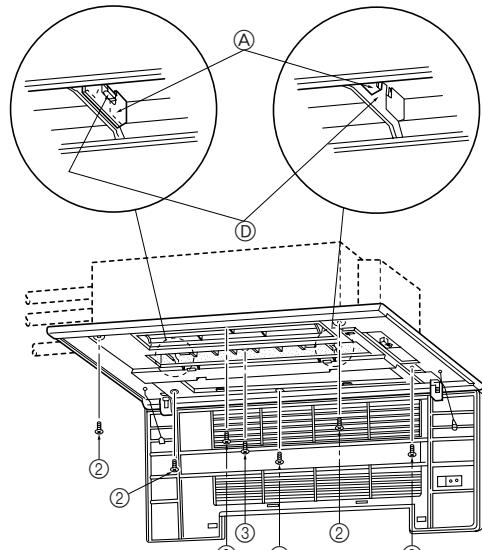
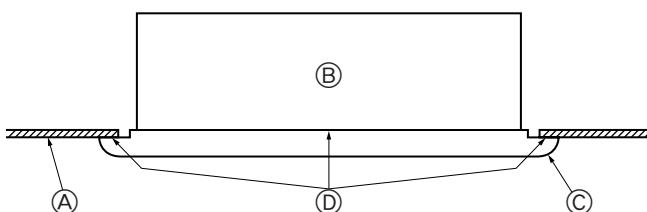

Fig. 5-5
Fig. 5-6
- Die Frontplatte so befestigen, daß sie einwandfrei im Winkel zwischen der Decke und der Wand sitzt, und die Sicherungsschrauben ② (mit dem vorliegenden Gitter mitgeliefert) an den vier dafür vorgesehenen Stellen links und rechts installieren, wobei diese Schrauben noch leicht gelockert bleiben müssen. (Fig. 5-5)
- Danach die Befestigungsbolzen ② und die Befestigungsschrauben ③ an den drei Stellen in der Mitte anziehen.
- Zum Schluß die Befestigungsbolzen ② an den vier Stellen links und rechts anziehen.
- An dieser Stelle dafür sorgen, daß zwischen der Innenanlage und der Frontplatte sowie zwischen der Frontplatte und der Deckenfläche keine Lücken entstanden sind. Wenn Lücken entstanden sind, kann dort Wind eindringen und Wasser heruntertropfen (Fig. 5-6).
- * Die Befestigungsbolzen ② und die Befestigungsschrauben ③ vollständig anziehen.